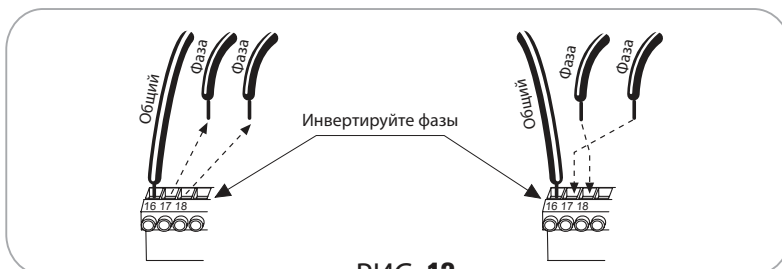

РИС. 12
При первом вводе в эксплуатацию болларда проверьте соответствие соединений фаз двигателя с позициями болларда «открыто» и «закрыто», концевиками поднятого столба (проезд закрыт) и, если не совпадают, тогда инвертируйте фазные провода между ними, не трогая «ноль». (Рис.12).
- Работы по фиксации защитной плиты и резинового отбойника легче осуществить с выдвинутым цилиндром, поэтому дайте команду открывания (брелоком-передатчиком или ключом-выключателем Рис.12).